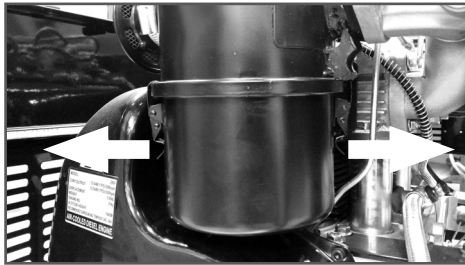

Рис. 16 Снятие стакана воздухоочистителя
2. Отсоедините защелки крепления (Рис. 16) и снимите стакан воздухоочистителя с воздушным фильтром.